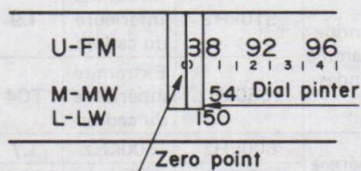

Figure 8-5
- 2) Turn the tuning control shaft fully counterclockwise, and fix it with the pointer aligned with the zero (0) point on the dial scale. See Figure 8-5.
- Die Abstimmknopfchse bis zum Anschlag entgegen dem Uhrzeigersinn drehen und so befestigen, daß der Zeiger auf den Nullpunkt (0) der Skala ausgerichtet ist. Siehe Abbildung 8-5.
- Faire tourner complètement, dans le sens inverse des aiguilles d'une montre, la tige de commande d'accord, et la fixer avec l'aiguille alignée sur le point zéro (0) du cadran gradué. Voir la Figure 8-5.